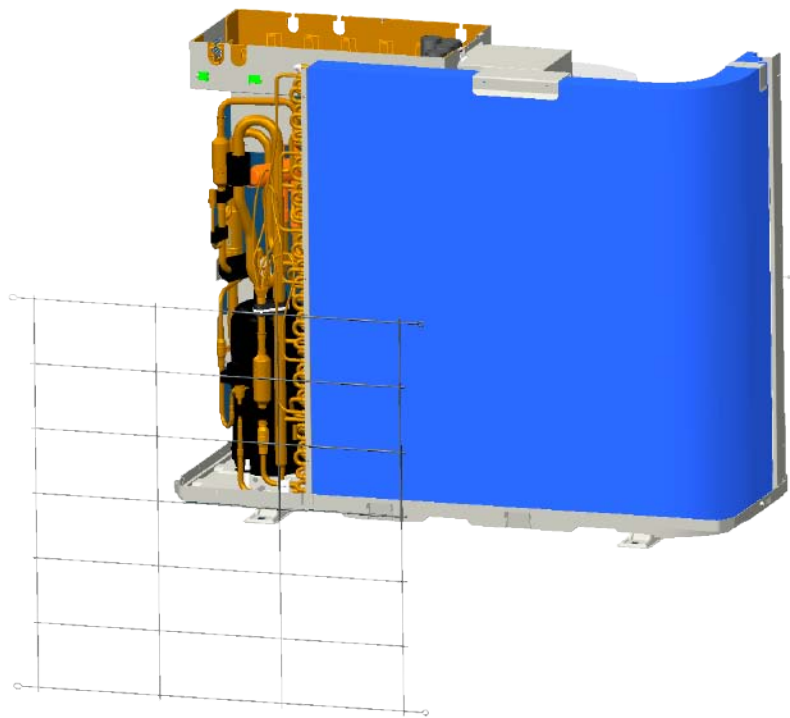

Fig.6
- Afloje los tornillos y sacar la rejilla trasera (Fig. 6)